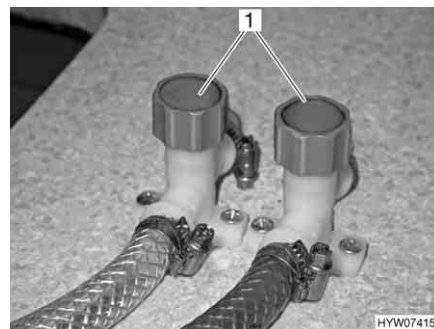

Bild 207 Ablasshähne bei Modellen ohne Doppelboden
- Ablasshähne schließen. Dazu die Kappen (Bild 207,1 bzw. Bild 208,1) im Uhrzeigersinn zudrehen bzw. den Kipphebel waagrecht stellen. Der Einbauort des Sicherheits-/Ablassventils (Truma) und der Ablasshähne ist in der Tabelle "Lage der Ablasshähne und des Sicherheits-/Ablassventils" am Ende dieses Kapitels aufgelistet.